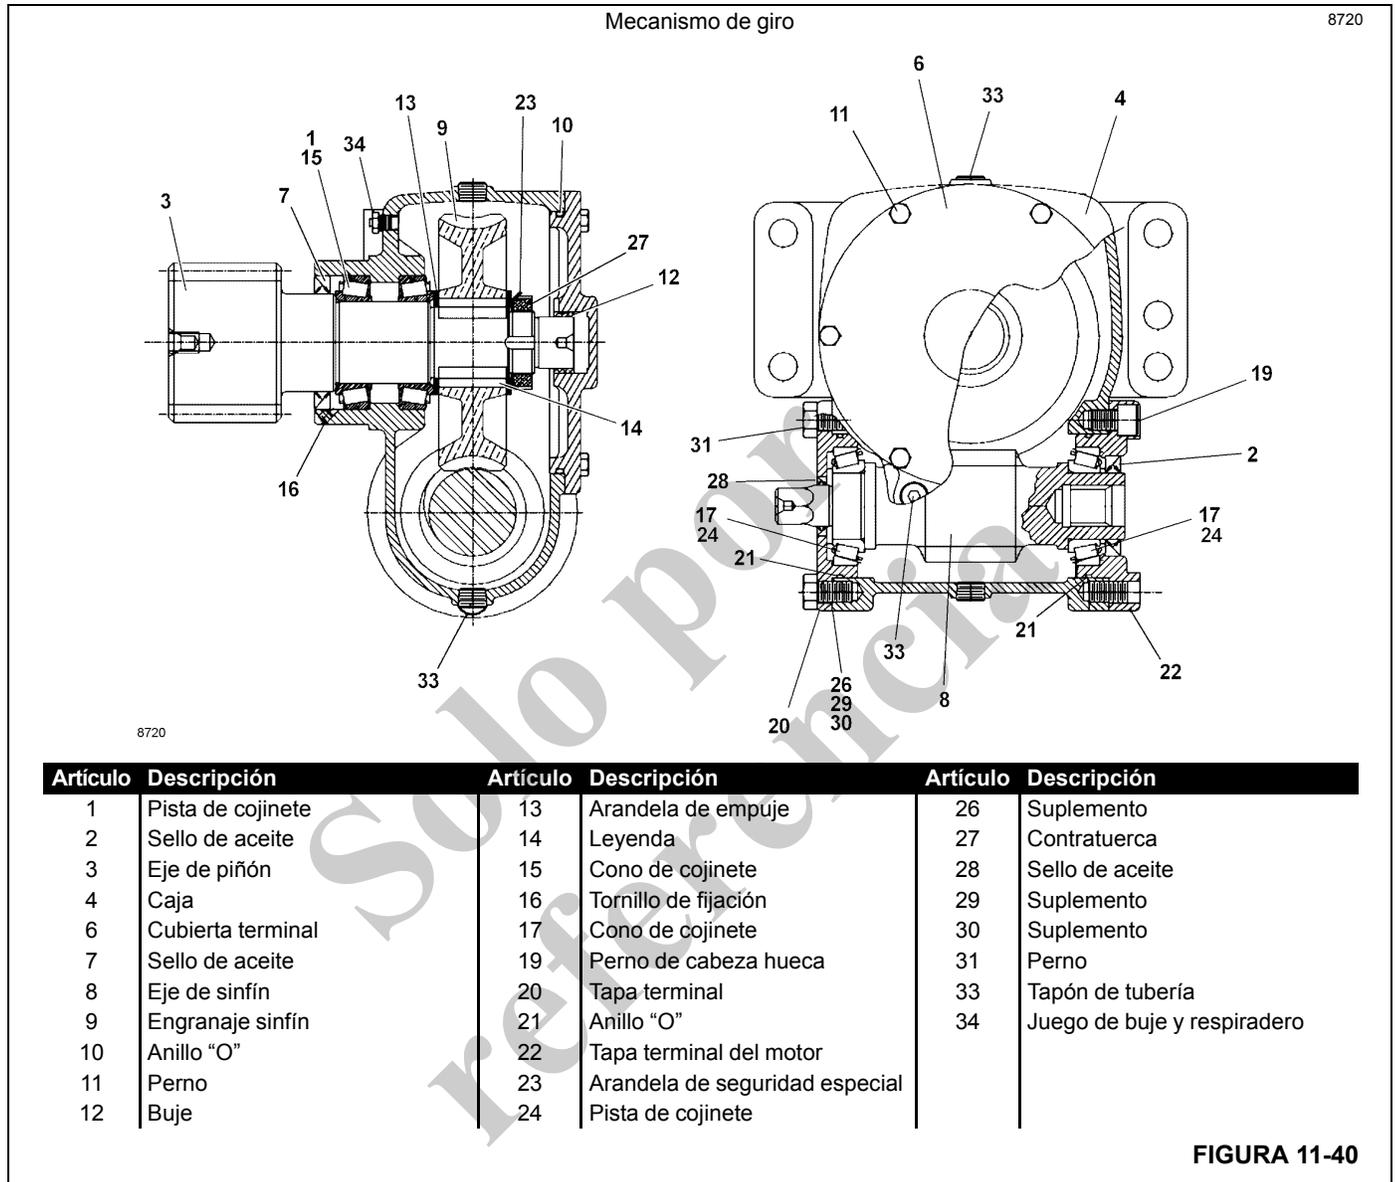

FIGURA 11-40
1. Retire el motor de giro (24,) sacando los dos pernos (15) y arandelas de seguridad (13). Retire la empaquetadura (25).
3. Afloje y retire los pernos (11, Figura 11-40). Retire la cubierta (6) y el anillo "O" (10). Deseche el anillo "O".
4. Usando un extractor adecuado, retire el buje (12) de la cubierta (6).
6. Retire dos pernos (31) y luego retire la cubierta terminal (20) y el anillo "O" (21).
7. Retire el sello de aceite (28) de la cubierta terminal (20).
8. Usando un extractor adecuado, retire el engranaje cónico (9). Retire las dos chavetas (14). Retire la arandela de empuje (13).
9. Retire el eje del piñón (3) junto con el cono de cojinete (15) y el sello de aceite (7) de la caja (4). Puede ser necesario usar un martillo blando para impulsar el eje del piñón para retirarlo de la caja.
10. Con un extractor adecuado, retire el cono de cojinete (15) del eje del piñón (3). Retire el sello de aceite (7) del eje del piñón.
11. Retire el eje del engranaje sinfín (8) a través de la abertura de la tapa terminal en la caja. Puede ser necesario usar un martillo blando para impulsar el eje del engranaje sinfín para retirarlo de la caja.
12. Con un extractor apropiado, retire el cono de cojinete (17).
13. Si es necesario, use un extractor adecuado para retirar las pistas de cojinete (1 y 24) de la caja (4).
1. Si se retiraron, presione pistas de cojinete (1 y 24, Figura 11-40) nuevas en la caja (4).
2. Cubra un sello de aceite nuevo (7) con grasa e instálelo en el eje del piñón (3).